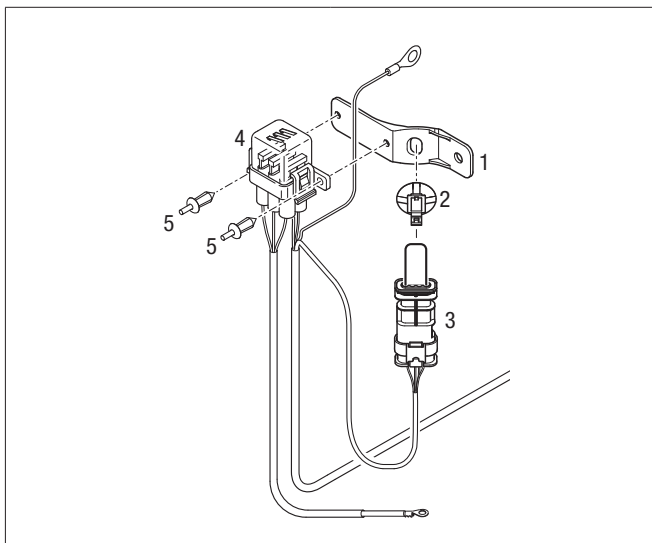

Figure 7
- Fixer le support combiné (1) en un emplacement adéquat bien accessible dans le compartiment du moteur avec une vis M6 et un boulon d'entretoisement.
- Clipser le support de la fiche de diagnostic (2) dans le trou oblong de l'attache en plastique, voir Figure 7.
- Glisser la fiche de diagnostic (3) dans le logement du support jusqu'à ce qu'il s'enclenche de manière audible.
- Fixer le porte-fusibles (4) avec 2 rivets d'expansion (5). Pour ce faire, enfoncer les deux axes jusqu'à ce que le support soit correctement logé contre l'attache en plastique.